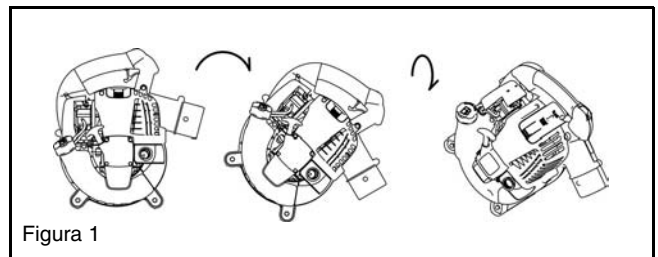
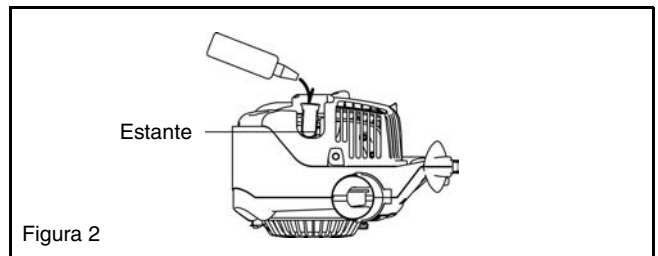

Figura 1
Figura 2
- (1) Coloque la máquina sobre una superficie plana.
- (2) Coloque el interruptor de paro en la posición "I" (Figura 1).
- (3) Continúe empujando la bomba de cedado hasta que entre combustible en la misma (Figura 2).
- (1) Confirme que el tapón del tanque está apretado firmemente.
- (2) Saque el tapón de aceite.
- (3) Incline la máquina en orden como se muestra en la Figura 1.
- (4) Oriente la máquina como se muestra en la Figura 2 y rellene aceite hasta el estante dentro del tubo de aceite.
- (5) Después de rellenar el aceite, apriete firmemente la bayoneta de nivel. Un apriete insuficiente de la bayoneta puede causar fugas de aceite.
Cuando vaya a abrir la tapa, ponga los dedos en el mango principal y en la parte saliente de la tapa de la bujía (Figura 1). Estire la parte saliente hacia arriba, la cual se dejará deslizar hacia la dirección de "OPEN" (Figura 2). Para cerrarla, deje deslizarla hacia la dirección de "CLOSE" hasta que la uña colocada bajo de la parte saliente de la tapa de la bujía se ponga encima de la tapa del motor. Finalmente, presione hacia dentro la proyección.